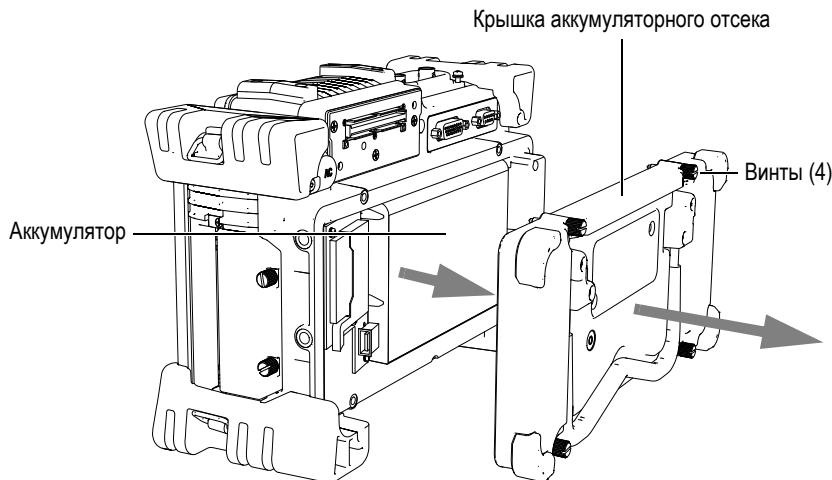

Рис. 2-5 Отсек аккумулятора
Аккумулятор находится в отсеке, доступ к которому осуществляется через заднюю панель EPOSН™ 1000 (см. Рис. 2-5 на стр. 46).
2. Открутите винты на крышке аккумуляторного отсека (см. Рис. 2-5 на стр. 46).
Нажмите [ANGLE] или [GAIN], чтобы выбрать, соответственно, параметр Angle (Угол) или Gain (Усиление). Выделенная кнопка становится жёлтой (см. Рис. 2-5 на стр. 46). Для редактирования значения используйте ручку прокрутки или клавиши [ВВЕРХ] и [ВНИЗ].